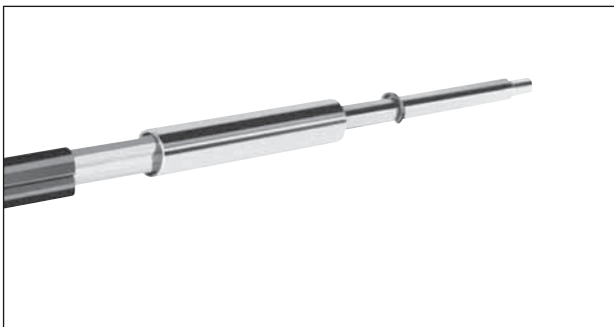

Bild 6: Anwendung der Stecklehre
- Mit Stecklehre ST 10 (Rohrseite) das Stromschienenprofil bis Anschlag zurückschieben (70 mm) (Bild 6).
- Isolierprofil mittig schieben evtl. mit Stecklehre ST 10 (Rohrseite, kurze Einstellung) (Bild 6).